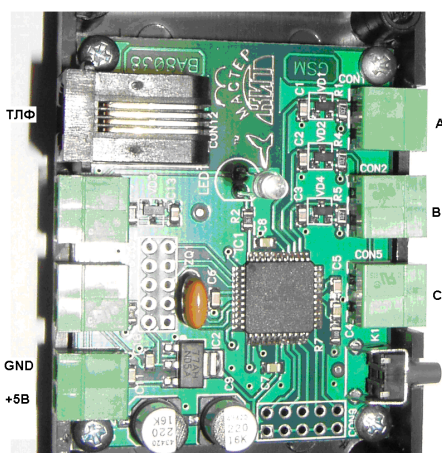

Рис. 1 Общий вид устройства (показано без верхней крышки)
5. Соедините датчики А, В, С (см. Рис.1).
6. Соедините красный положительный провод питания +5В с верхним контактом разъема питания согласно Рис.1, а черный отрицательный провод – с нижним контактом разъема питания. **Внимание! Неправильная полярность питания может повредить устройство!**
7. Нажмите кнопку «Охрана вкл.» справа внизу на Рис.1. При этом СИД начинает мигать в режиме «Ожидая» 20 раз (20сек на выход из помещения) и затем светит постоянно, что подтверждает переход в режим «Охраняю».
7. Отсоедините датчикА от BM8038 (верхний на Рис.1). При этом СИД начинает мигать в режиме «Ожидая» 10 раз (10сек реакция на событие) и затем мигает быстро в режиме «Рассылаю СМС/Звоню».
8. Соедините датчика с BM8038 (верхний на Рис.1). При этом индикатор начинает мигать в режиме «Ожидая» 10 раз (10сек реакция на событие) и затем мигает быстро в режиме «Рассылаю СМС/Звоню».